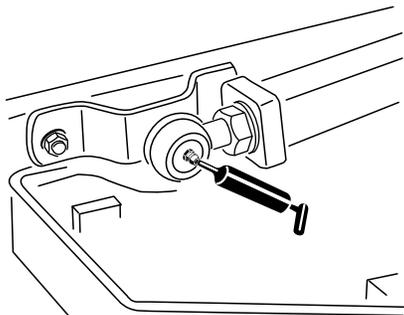

Рисунок 46
- Шаровые опоры подъемных рычагов (2 шт.) (Рисунок 46)